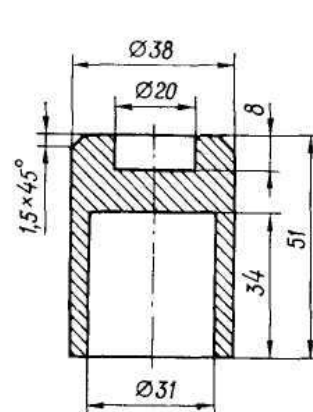

Рис. 165. Оправка для выпрессовки подшипников кардана
- с помощью оправки (рис. 165) выпрессуйте два противоположных игольчатых подшипника — один наружу, а другой внутрь вилки. Подшипник, выпрессованный наружу, снимите, а запрессованный внутрь снова выпрессуйте наружу. Таким способом выпрессуйте вторую пару подшипников;